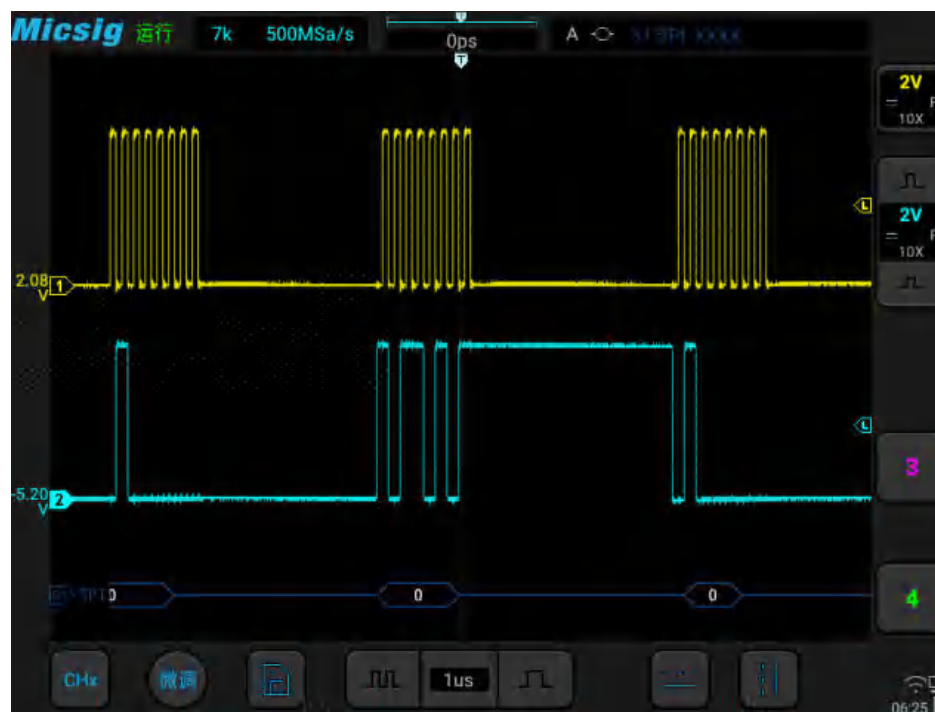

图12-20 SPI 图形界面
(1) 轻点 S1 打开解码通道，向左轻扫 S1 打开总线配置菜单；
- (2) 选择总线类型为“SPI”，点选时钟为“Ch1”上升沿，数据为“Ch2”高电平，数据字长为“4bit”；
- (3) 打开触发设置菜单，触摸屏上点按数据，使用虚拟软键盘设置要匹配的数据为“0001”；
- (4) 依据信号幅值调节2个通道阈值电平； SPI 触发图形界面见图12-20：